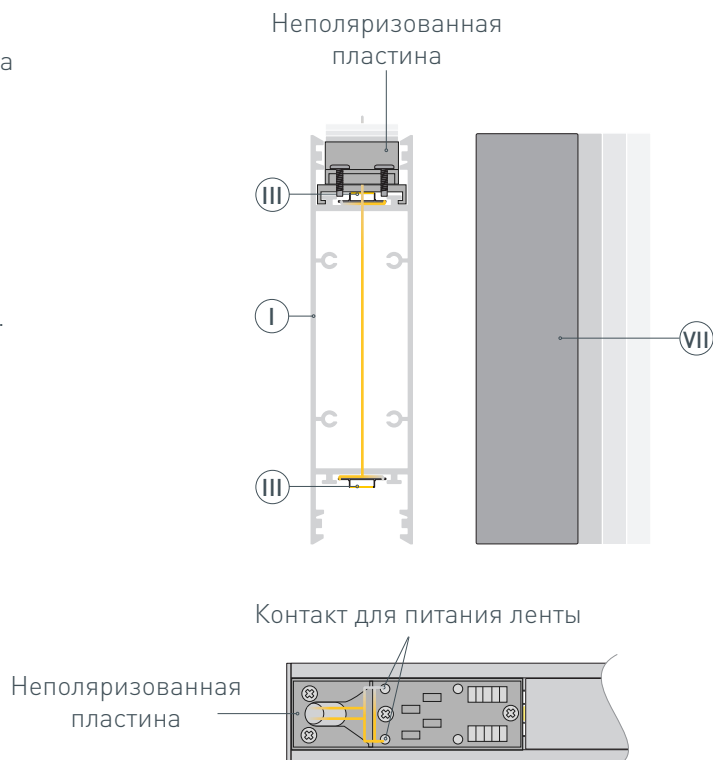

Рис. 2. Неполяризованная пластина на профиле (I). Вид сверху
- 3** / Установите и зафиксируйте болтами неполяризованную пластину из комплекта фиксатора (V) токопроводящего ремня на боковой фиксирующей пластине, как показано на рис. 2. Припаяйте светодиодные ленты (III) к контактам для питания лент, строго соблюдая полярность, обозначенную на плате светодиодной ленты. Установите заглушки (VII) на профиль (I).